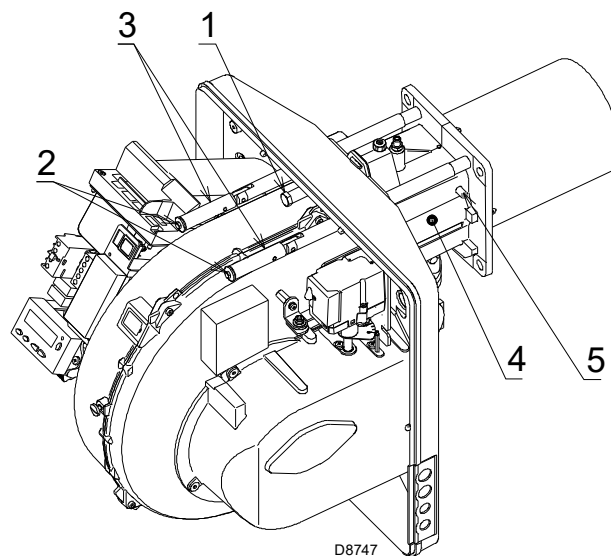

Рис. 19
- вставьте кабель датчика и кабель электрода, а затем продвиньте горелку до муфты, положение горелки показано на Рис. 19;